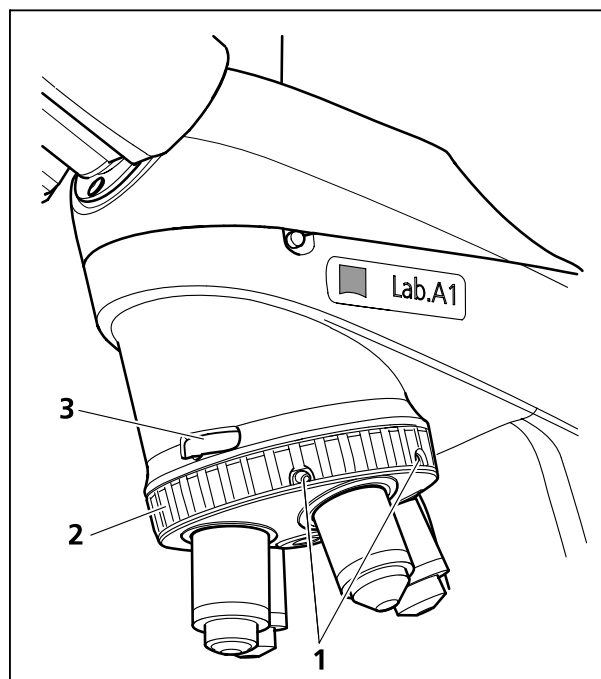

Bild 2-24 Objektivrevolver des Durchlicht-Polarisations-Stativs mit Aufnahme für Kompensatoren
- Schneller Wechsel der Objektive durch Drehen des Objektivrevolvers am Rändelring (Bild 2-24/2).
- Enthält Aufnahmefach (Bild 2-24/3) für 6x20-Schieber (Kompensatoren, Analysatoren, Hilfspräparate).
- Stativ für Durchlicht-Polarisation und Stativ für Durchlicht-Konoskopie mit Objektivrevolver 4-fach, davon 3 Positionen mit Hilfe von jeweils zwei Schrauben (Bild 2-24/1) zentrierbar.
Die Schrauben (Bild 2-24/1) nicht zu fest an den Anschlag drehen.